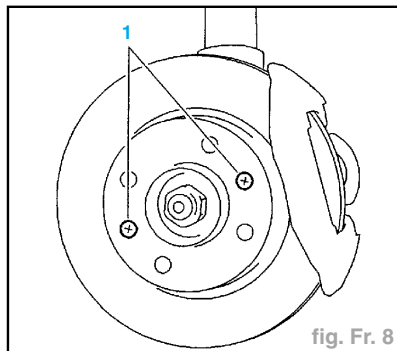

fig. Fr. 8
- les 2 vis de maintien du disque (1) (fig. Fr. 8).
- les 2 vis (2) du support de l'étrier.
- Déposer (fig. Fr. 8) :
- les vis (1),
- les 2 vis de maintien du disque (1) (fig. Fr. 8),